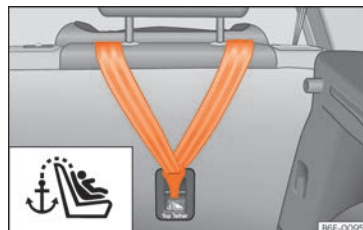

Fig. 31 Parte posterior de los asientos traseros: anillas de sujeción para el cinturón Top Tether.
- Deslice la correa y fíjela correctamente con el anclaje de la parte posterior del respaldo »» fig. 31.